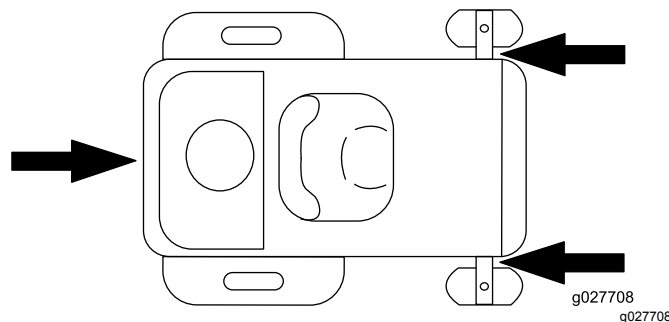

Figura 40
6. Prenda a máquina perto das rodas giratórias frontais e pára-choques traseiro com correias, correntes, cabos ou cordas (Figura 40). Consulte as diretrizes locais relativas a requisitos de dispositivos de fixação.